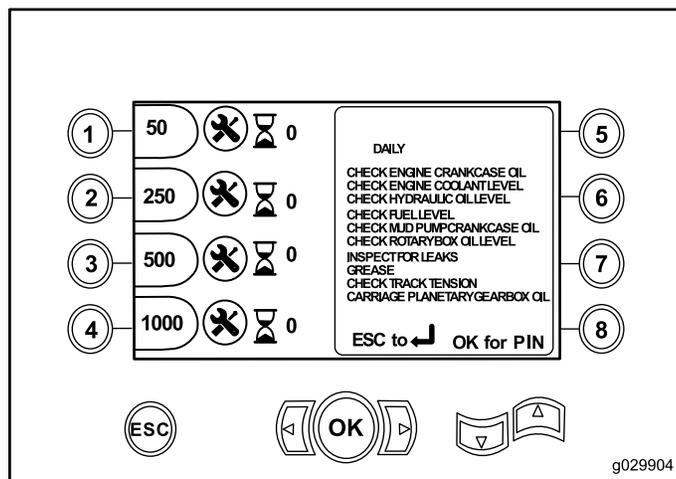

Figura 11
- Botão 2 – Quadro de lubrificação e manutenção (Figura 11)